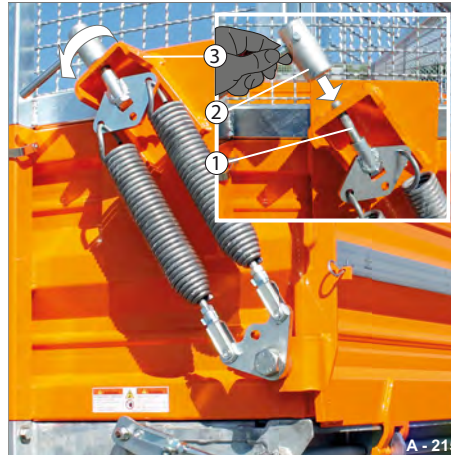

Abb. 127 Hebefedern einhängen / sichern
- ▶ Führen Sie den Gewindebolzen (Abb. 127/1) durch den Halter (Abb. 127/3) durch.
- ▶ Schrauben Sie die Spannschraube (Abb. 127/2) auf und spannen Sie die Hebefedern.